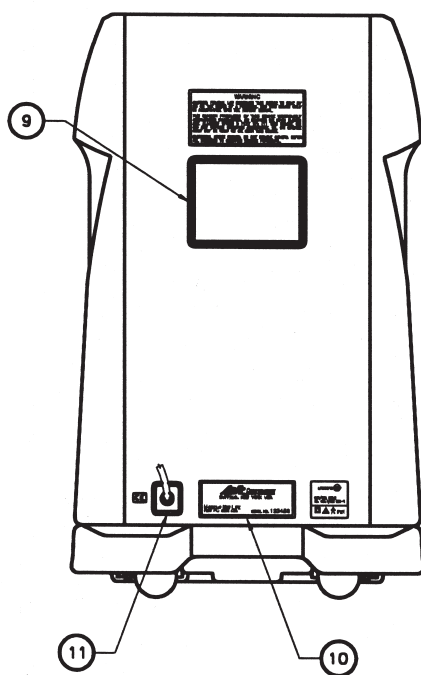

Fig. I.2
I. 2. Apparatens baksida (Fig. I. 2).....	3-SV
I. 2. Apparats baksida (fig. I. 2)